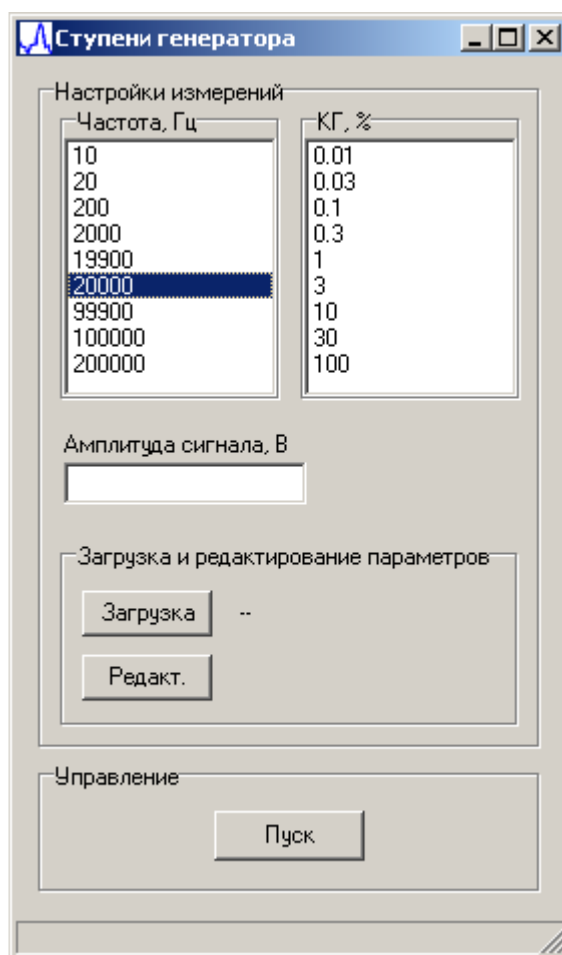

Рисунок 25. Окно подпрограммы работы в пакетном режиме калибратора
6.6 Работа генератора-калибратора в пакетном режиме калибратора (см. рисунок 25)